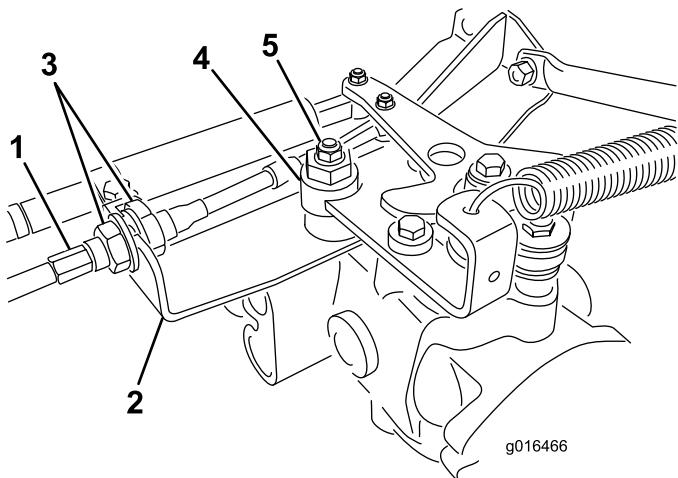

Figure 43
- A. Desserrez les écrous de blocage qui fixent le câble de commande de transmission à la cloison sur l'hydrostat (Figure 43). Desserrez les écrous de blocage uniformément et suffisamment pour permettre le réglage.
- B. Desserrez l'écrou de fixation de l'excentrique en haut de l'hydrostat (Figure 43).
D. Tournez l'excentrique jusqu'à ce que la roue ne tourne plus dans aucune direction. Lorsque la route arrête de tourner, serrez l'écrou pour bloquer l'excentrique et le réglage (Figure 43). Vérifiez le réglage avec la commande d'accélérateur en position bas régime, puis haut régime.
- E. De chaque côté de la cloison, serrez les contre-écrous **uniformément** pour fixer le câble de transmission à la cloison (Figure 43). Ne tordez pas le câble.